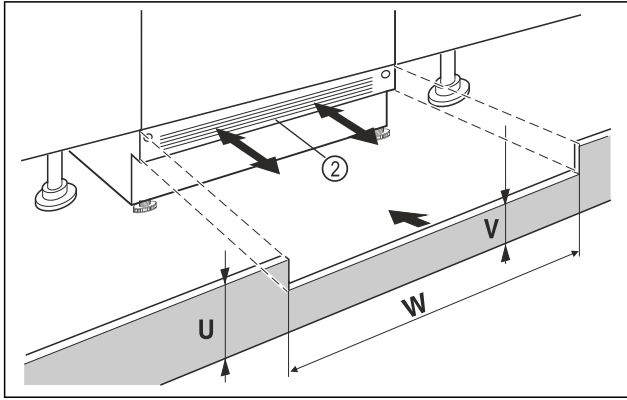

Fig. 46 Représentation à titre d'exemple
- Mettre le panneau de socle de l'appareil Fig. 46 (2) en place sans le fixer.
- Si le panneau de socle est visible Fig. 46 (2), le tirer vers l'avant de sorte à aligner l'avant de la grille d'aération et du panneau de socle du meuble.
- Si le panneau de socle est dissimulé Fig. 46 (2), le pousser entièrement vers l'arrière.
- Veiller à ce que les fentes d'aération soient complètement dégagées : si nécessaire, couper le panneau de socle du meuble Fig. 46 (U) en hauteur !
- Ajuster la hauteur de la traverse Fig. 46 (V) sous le panneau de socle de l'appareil Fig. 46 (2) sur la largeur de la niche Fig. 46 (W).